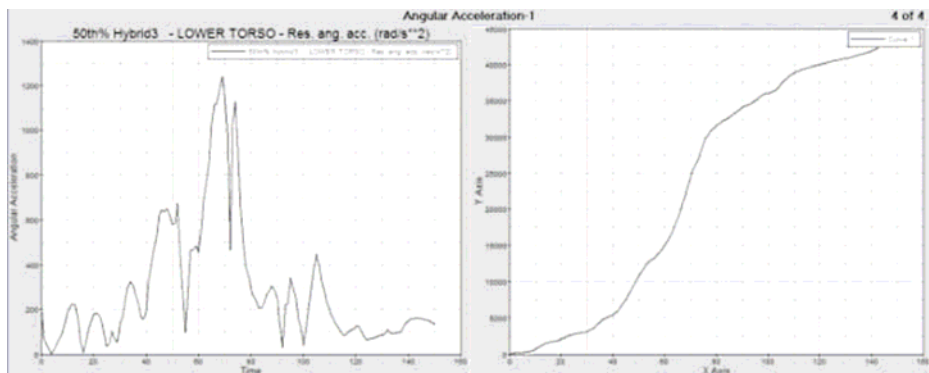

图 13-83 应用积分函数创建曲线
(9) 按住〈Shift〉键，再次单击步骤(8)中曲线，此时 y 参考向量自动输入到积分函数中。
(10) 单击 Apply 按钮创建曲线，如图 13-83 所示。